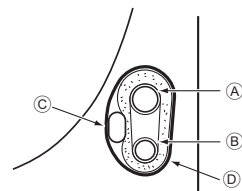

Fig. 4-4
4.3.1. Alojamiento en el espacio para tuberías de la unidad (Fig. 4-4)